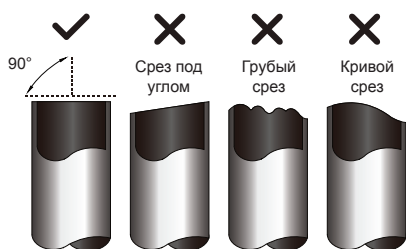

Рис. 5.1
- Труба должна быть отрезана строго под углом 90°. Примеры неправильно отрезанных труб показаны на рис. 5.1.